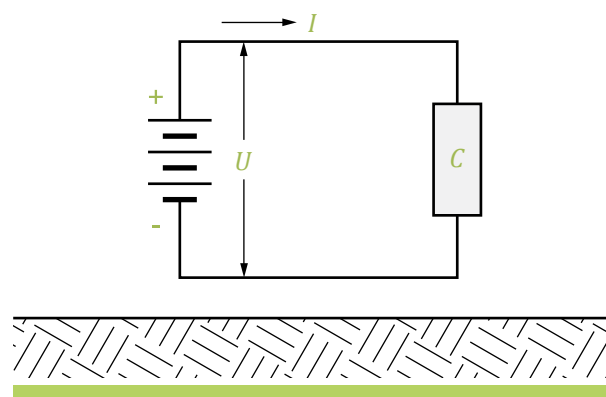

Figura 5
- » Fuente no conectada a tierra: La figura 5 ilustra el caso y se puede apreciar la independencia de la fuente con tierra y, por lo tanto, de la corriente eléctrica I . Es preciso señalar que para la fuente se puede considerar a esta disposición como IT , de acuerdo a lo expuesto en la Norma IEC 60.364-1.